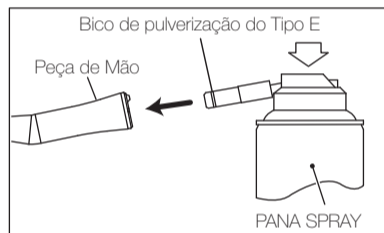

Fig. 14
- 1) Confirme que os símbolos na cabeça e haste estão alinhados e bloqueados (Fig. 14).